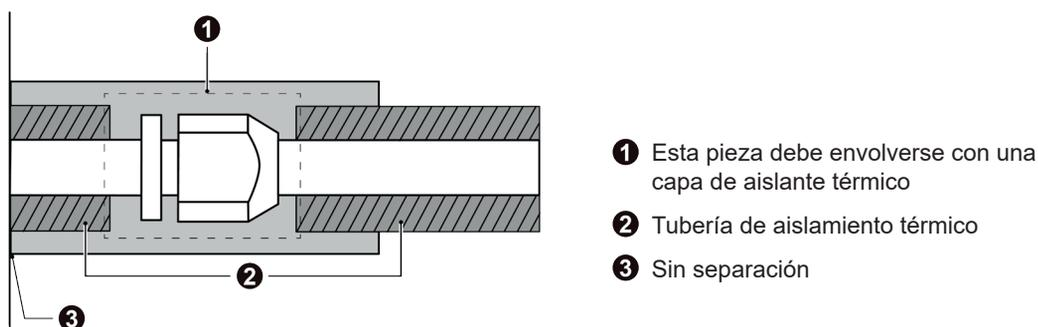

Fig. 3.4.8
- 2) Las juntas de las unidades interiores y exteriores deberán envolverse con material aislante, sin dejar espacio entre la tubería y la pared. Véase la Fig. 3.4.8.